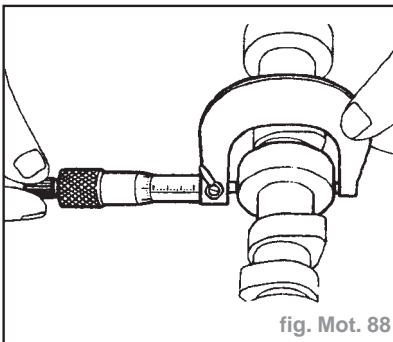

fig. Mot. 88
- Mesurer le diamètre extérieur du tournillon d'arbre à cames (fig. Mot. 88) :